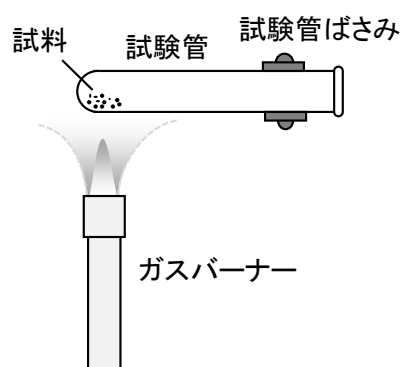

図6 加熱方法
- (1) 乾燥機から実験手順4. 3 (7)で作成した試料を取り出す。(乾燥機の開閉は監督者に依頼する)。
- (2) 乾燥した粉体をミクロスパーテルで集め、乳鉢で粉砕して粉末にする。粉砕した粉末を集めるときにはミクロスパーテルまたはプラスチックフィルムを使用するとよい。粉末は手順(5)で使用するため、乳鉢の中央に集めた状態にしておく。
- (3) ガスバーナーによる加熱実験を実施するため、実験スペースを広く確保し、ガスバーナーの周りから可燃物を遠ざける。仕切り板からスレート板とガスバーナーを離し、不要な可燃ごみはゴミ箱に捨てる。
- (4) 安全のために濡れた雑巾をガスバーナーの近くに準備する。雑巾は水道水で濡らしたのち、絞ったものを用意しておく。
- (5) 手順(2)で回収したマグネタイト粉末および見本のゲーサイト粉末をそれぞれ別の試験管に全量入れて試験管スタンドに立てる。このとき粉末を薬包紙にのせて試験管に移すとよい。その際、薬包紙は対角線方向に折ったのち広げて使用するとよい。加熱を行う前にそれぞれの粉末の色と磁石への応答を確認すること。
- (6) ガスバーナーを点火する(使用方法は4ページを参照)。
- (7) 試験管ばさみで試験管の上部を持ちガスバーナーの炎(外炎付近)で試験管を加熱する(図6)。マグネタイトは2~3分、ゲーサイトは1~2分加熱する。